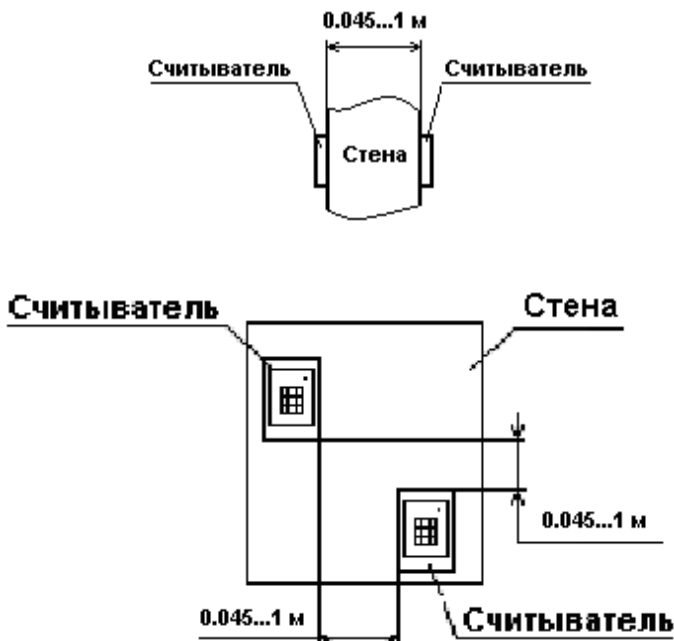

Рисунок 4- Примеры размещения считывателей на стене
– Не допускается размещать считыватели на расстоянии друг от друга менее 4,5 см (пример размещения – рисунок 4).